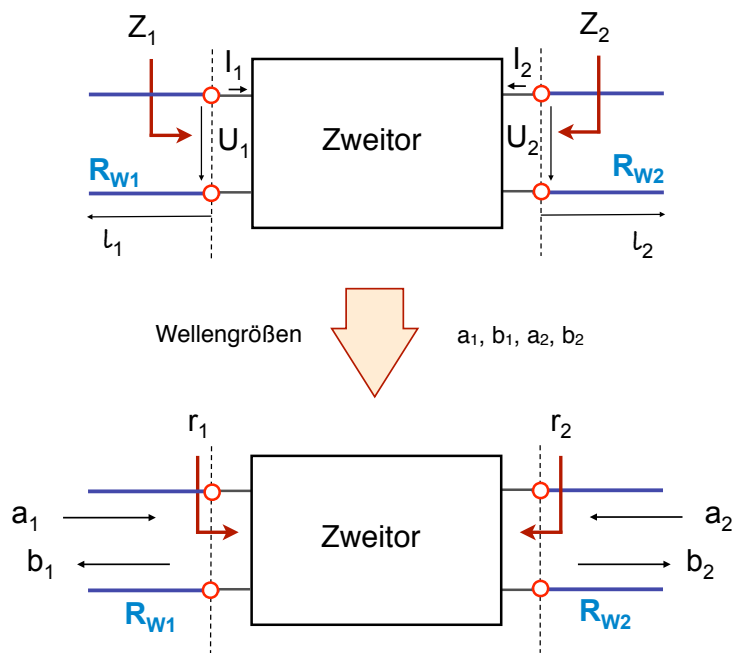

Bild 2.1 Zweitor mit Anschlussleitungen und Wellengrößen
**Aufgabe 2.1 :** Prüfen Sie die Beziehungen (2.3) und (2.4) mit Hilfe der Spannungswellen und Stromwellen gemäß Abbildung 2.1 nach. Hinweis:  $U_h$  und  $U_r$  besitzen komplexe Amplituden, keine Effektivwerte.